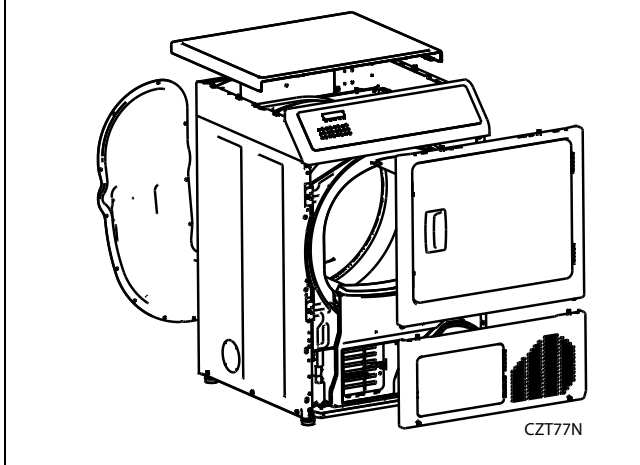
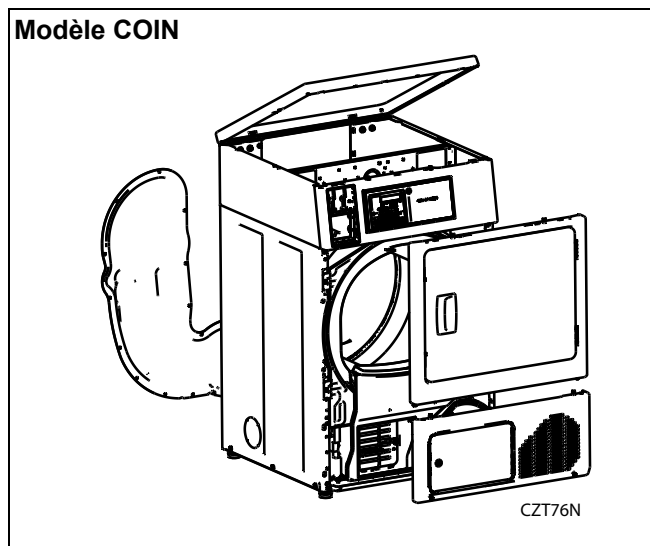

Figure 30
Figure 31
- Retirer le panneau supérieur, le panneau d'accès, le panneau avant et le panneau arrière. Voir *Figure 30* et *Figure 31*.